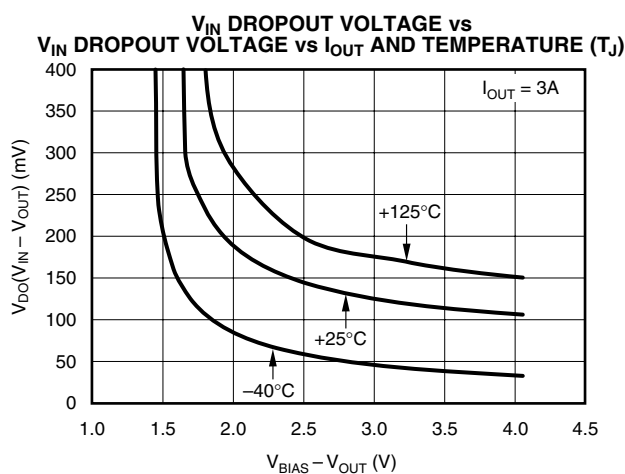

図 8
(1) 可変出力電圧製品は0.8Vでテストされています。電圧設定抵抗の公差は考慮されていません。
(2) ドロップアウトは、 $V_{OUT}$ が公称値より3%低下した時の $V_{IN}$ - $V_{OUT}$ 間の電圧として定義されています。
(3) 3.25Vはテスト時のコンディションです。異なる電圧での使用時は図8を参照してください。
(1) 3.25Vは本製品のテスト時の電圧です。図8に参照されるように、電圧差は調整可能です。